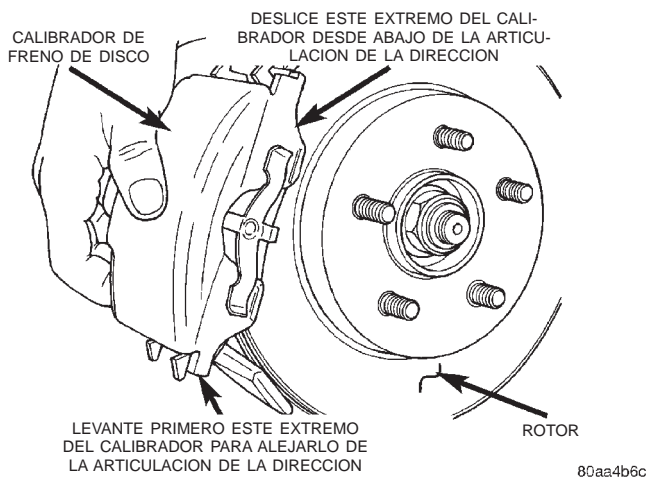

Fig. 57 Desmontaje del conjunto de calibrador de la articulación de la dirección
(4) Retire el calibrador de la articulación de la dirección, haciendo girar primero el extremo libre del calibrador para separarlo de la articulación de la dirección. Después deslice el extremo opuesto del calibrador para sacarlo de debajo del tope maquinado de la articulación de la dirección (Fig. 57).